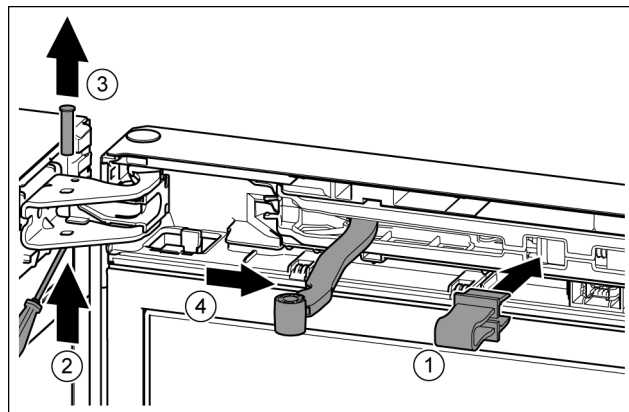

Fig. 10
- Pojistku nechte zapadnout do otvoru. Fig. 10 (1)
- Šroubovákem vysuňte čep. Fig. 10 (2)
- Čep vytáhněte nahoru. Fig. 10 (3)
- Otočte kloub směrem ke dveřím. Fig. 10 (4)